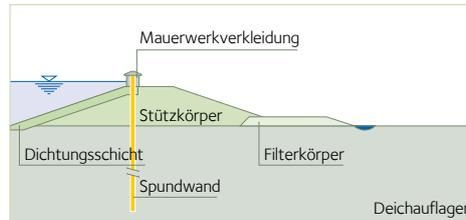

Abb. 2: Erhöhung des Bemessungshochwasser
- Mit Hilfe einer Stahlspundwand kann ein Deich nicht nur abgedichtet, er kann auch mit wenig Platzaufwand an ein **erhöhtes Bemessungshochwasser** angepasst werden. Dabei lässt man die Spundbohlen einfach um die gewünschte Höhe aus dem Deich herausragen – und das bei einer erheblichen Platzersparnis gegenüber einer Erhöhung des Deiches selbst. Aufgrund ihrer Biegesteifigkeit können Stahlspundwände problemlos den anfallenden Wasserdruck in den Deichkörper abtragen. Im Übrigen stabilisiert die Stahlspundwand auch bei einer Erhöhung des Deiches die wasserseitige Böschung sowie die Deichkrone und ermöglicht ein Absenken der Sickerlinie in der landseitigen Böschung. (Abb. 2)